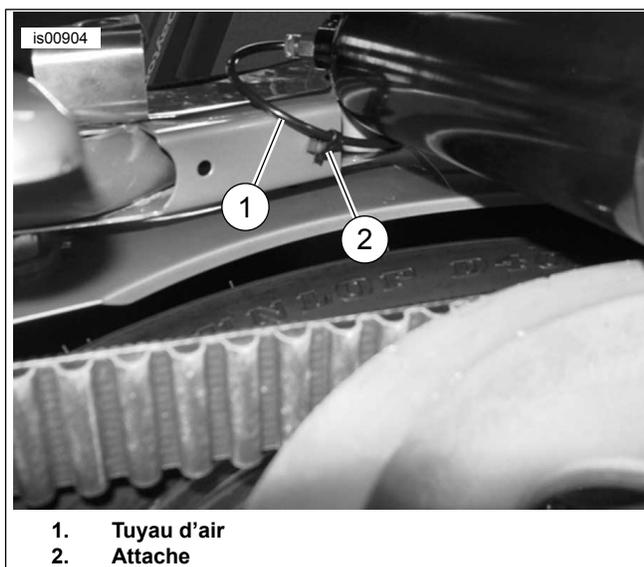

Figure 3. Acheminement du tuyau d'air sur les modèles de 2003 et plus récents
7. Pour les modèles de 1997 à 2001, attacher les deux raccords d'air aux deux trous les plus bas (marqués « F » et « R ») dans le support de droite. Les modèles de 2002 possèdent un seul raccord d'air qui doit être monté dans le trou marqué « F » sur le support de DROITE. Pour les modèles de 2003 et plus récents, voir la Figure 3. Retirer le tuyau d'air d'amortisseur de gauche de la soupape à air et le rediriger sous la monture supérieure d'amortisseur. Chercher le trou non utilisé le plus en arrière sur le dessous du goujon de garde-boue, juste devant l'amortisseur gauche. Utiliser l'attache (2) pour fixer le tuyau d'air dans ce trou et l'empêcher d'être entortillé ou pincé. Installer à nouveau le tuyau d'air sur la soupape à air et installer la soupape à air dans le trou marqué « F » sur le support de GAUCHE. Pressuriser les amortisseurs selon les instructions du Manuel d'entretien.